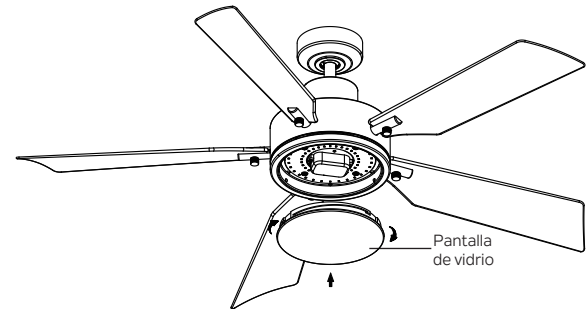

Figura 23
Paso 2. Asegure la pantalla de vidrio a la placa de luz girándola en el sentido de las agujas del reloj. Gire la pantalla de vidrio gradualmente hasta que encaje en la placa de luz. NO AJUSTE EN EXCESO. (Figura 23)